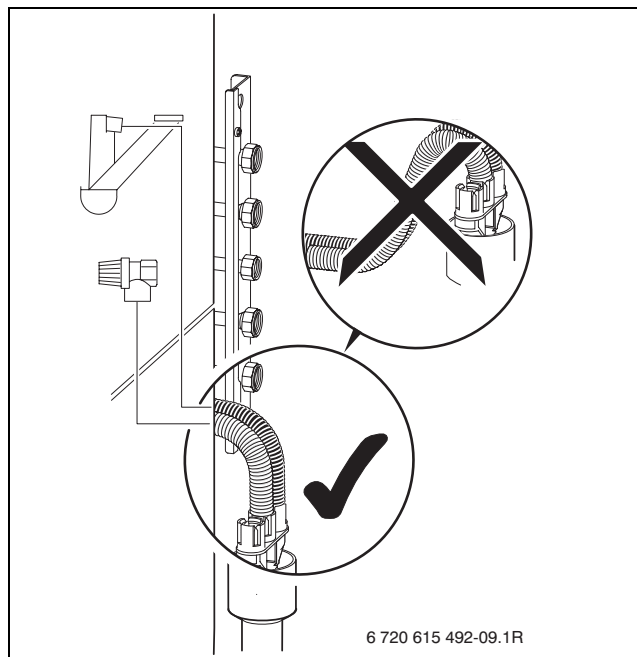

Рис. 15
- ▶ Підключити шланг запобіжного клапана до відповідної гарнітури (→ Рисунок 15, сторінка 22).